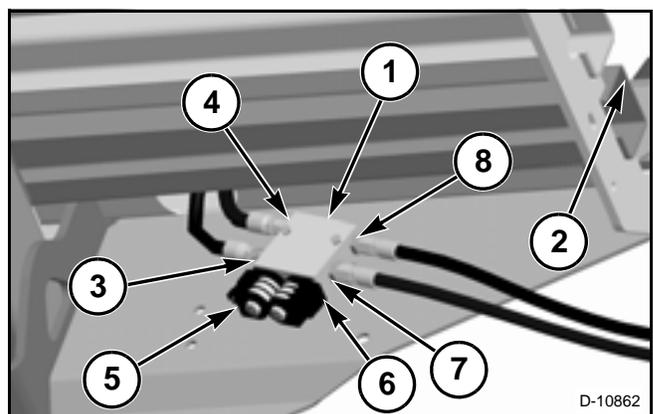

FIG. 32
FIG. 32: Si el enfardador está equipado con un acumulador de fardos, la válvula del acumulador (1) controla el brazo de desplazamiento del acumulador de fardos. La válvula del acumulador está situada debajo de la cámara de fardos (2) en el lado derecho.